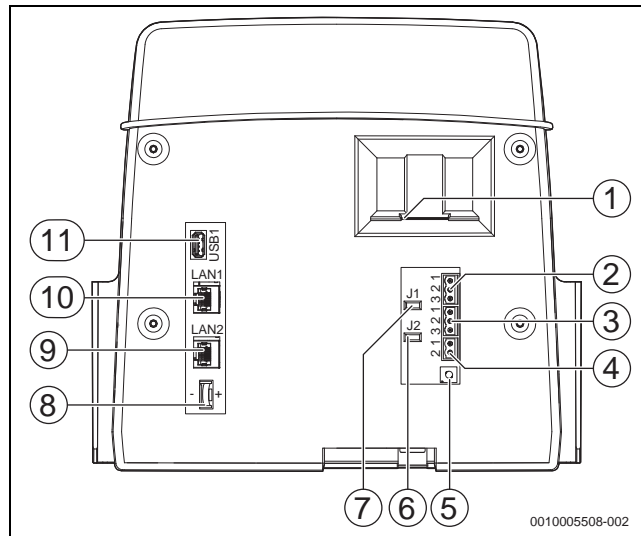

Bild 12 Anschlüsse der Bedieneinheit BCT531 (Rückseite Touchscreen)
Jedes Regelgerät stellt einen BUS-Teilnehmer am CBC-BUS dar, der mit einer CBC-BUS-Adresse eindeutig im BUS zugeordnet wird. Die Einstellung der Adresse erfolgt auf der Rückseite des BCT531 (→ Bild 12, [5], Seite 16). Die Grundregeln der Adressierung sind dargestellt in Tabelle 3. Zusätzlich sind folgende Regeln bei der Adressierung zu beachten:
- 2 USB-Schnittstellen (frontseitig → Bild 2, [5], Seite 8, und rückseitig → Bild 12, [11]) für Servicezwecke (Software-Updates bzw. PC-Bedienung über Web-Browser), beide USB nur alternativ zueinander einsetzbar.
- Eine EMS-Schnittstelle zum Anschluss eines EMS-Gas-/Öl-Wärmeerzeugers → Bild 12, [4] (z. B. Logamax plus GB272 oder Logano plus GB212) oder zum Anschluss eines EMS-Funktionsmoduls (z.B. SM100)
- Eine Modbus-Schnittstelle zur Kommunikation mit übergeordneter Regelung (→ Bild 12, [10])